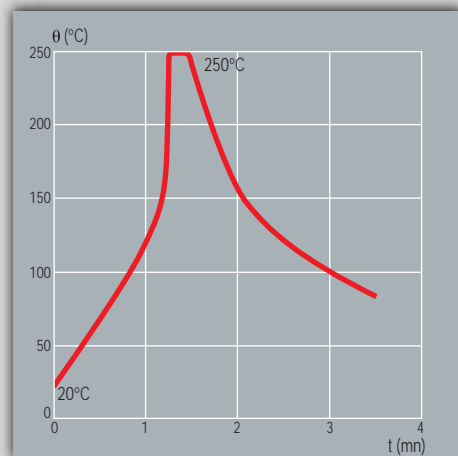

Fig. 7 Profil recommandé pour soudure à la vague.
Pour minimiser les risques liés à la soudure à la vague, il est recommandé de suivre un cycle permettant un préchauffage adapté et un refroidissement aussi lent que possible. Un profil type est présenté figure 7.
*To minimize the risks inherent in wave soldering, it is recommended to apply a thermal cycle with appropriate preheating and cooling to the lowest possible rate. A typical thermal cycle profile is represented in figure 7.*